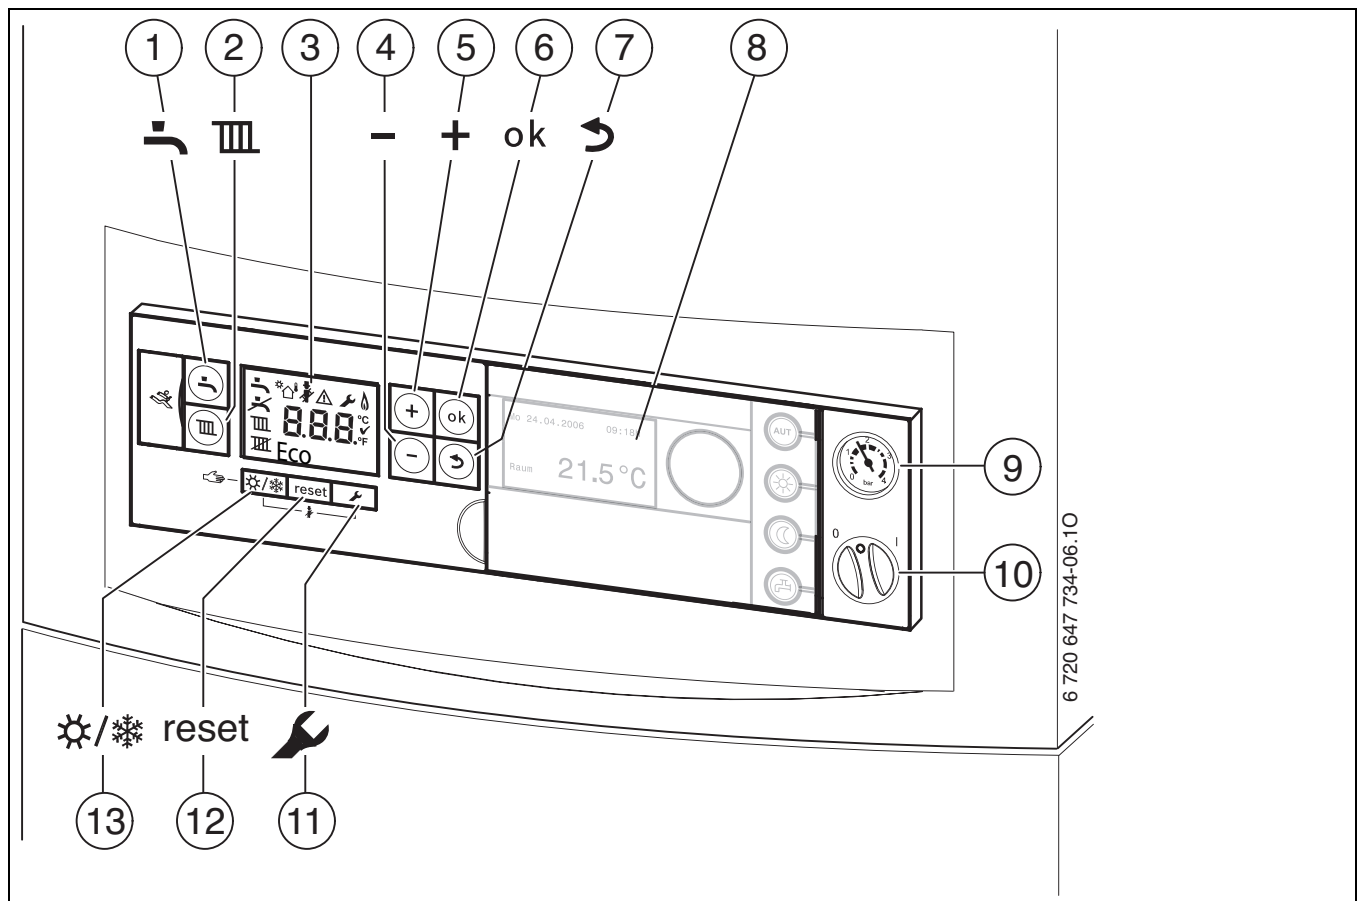

Fig. 7
- unità di servizio RC35 installata nell'apparecchio, → fig. 7, [8].